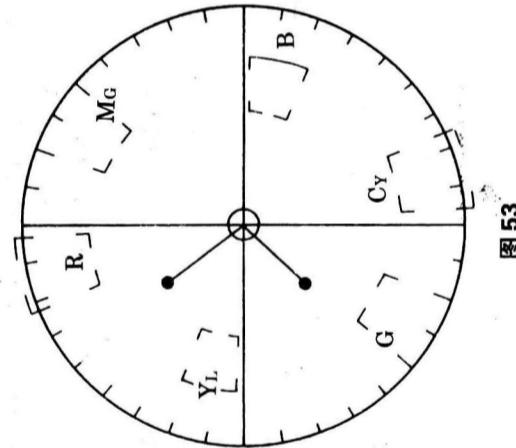
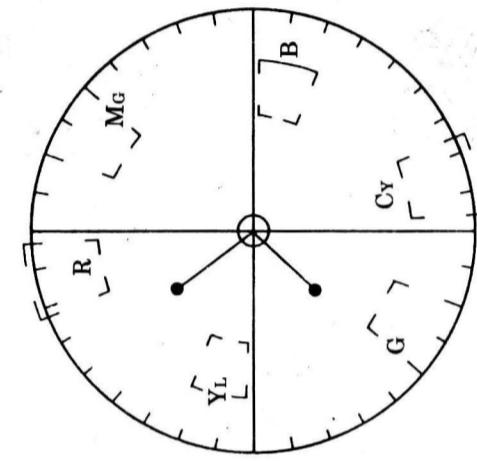
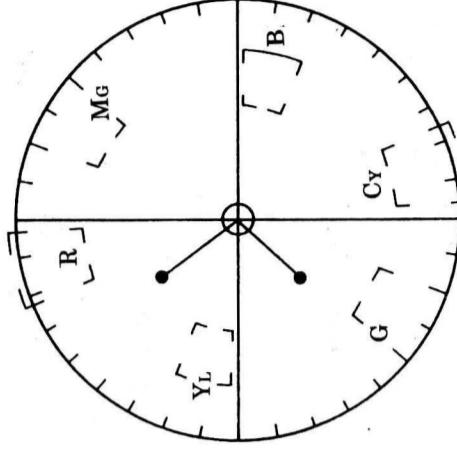

图 53
图 55
图 57
- ① 将白平衡开关置于“室内”侧;
(2) 用跳线连接 TP4、TP5 和 TP6;
③ 拍摄白卡;
④ 矢量仪连接视频信号输出端;
⑤ 调节白平衡控制(VR322 和 VR323), 使色矢量集中在矢量仪显示屏中央, 如图 53 所示;
⑥ 将 TP4、TP5 和 TP6 间的跳线断开。
- ⑦ 调节副载波平衡控制(VR318、VR319), 使色矢量集中在矢量仪的中央位置, 如图 55 所示;
- ⑧ 断开 TP4、TP5 和 P401 脚 5 之间的跳线。
- ① 用跳线连接 TP4、TP5 和 TP6;
(4) 将白平衡开关置于“室外”;
③ 调节黑消隐基准控制(VR308), 使色矢量集中在矢量仪的中央位置, 如图 55 所示;
④ 用跳线连接 TP6 和 P401 的脚 5;
⑤ 调节副载波平衡控制(VR318、VR319), 使色矢量集中在矢量仪显示屏中央, 如图 53 所示;
- ⑦ 调节白平衡控制部分的白平衡开关置于“室外”;
- ⑧ 用跳线连接 TP4、TP5 和 TP6;
- ⑨ 拍摄白卡, 灯箱卤素灯的色温为 3200K;
- ⑩ 给矢量仪输入视频信号;
- ⑪ 在镜头前面放置色温滤色器(VFK0374 和 VFHK0375), 将 3200K 转换成 5800K;
- ⑫ 若没有色温滤色器, 可用日光源代替;
- ⑬ 调节白平衡(B-Y)室外增益和(R-Y)室外增益控制(VR312 和 VR313), 使色度矢量移至矢量仪显示屏的中央, 如图 57 所示;
- ⑭ 用调整装置将色温变换滤色器从镜头上移去。
- ① 将摄像操作部分的白平衡开关置于“室内”;
- ② 移去 TP4、TP5 和 TP6 之间的跳线;
(5) 将白平衡开关置于“室外”;
⑤ 调节副载波平衡控制(VR322 和 VR323), 使色矢量集中在矢量仪显示屏中央, 如图 53 所示;
- ① 将摄像操作部分的白平衡开关置于“室外”;
- ② 用跳线连接 TP4、TP5 和 TP6;
- ③ 拍摄白卡, 灯箱卤素灯的色温为 3200K;
- ④ 给矢量仪输入视频信号;
- ⑤ 在镜头前面放置色温滤色器(VFK0374 和 VFHK0375), 将 3200K 转换成 5800K;